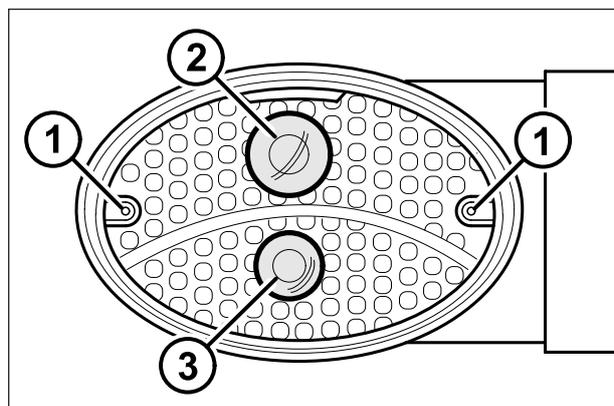

Abb.8-8
## Ersetzen der vorderen Stand- und Blinklichter - Abb.8-8
- 1 - Die Schrauben (1) losdrehen und die Verglasung abnehmen.
- 2 - Die durchgebrannte Lampe ersetzen (2 oder 3,Abb.8-8). Zum Ersetzen auf die durchgebrannte Lampe drücken und sie entgegen dem Uhrzeigersinn drehen.
- 3 - Die Verglasung mit den Schrauben (1) wieder montieren.